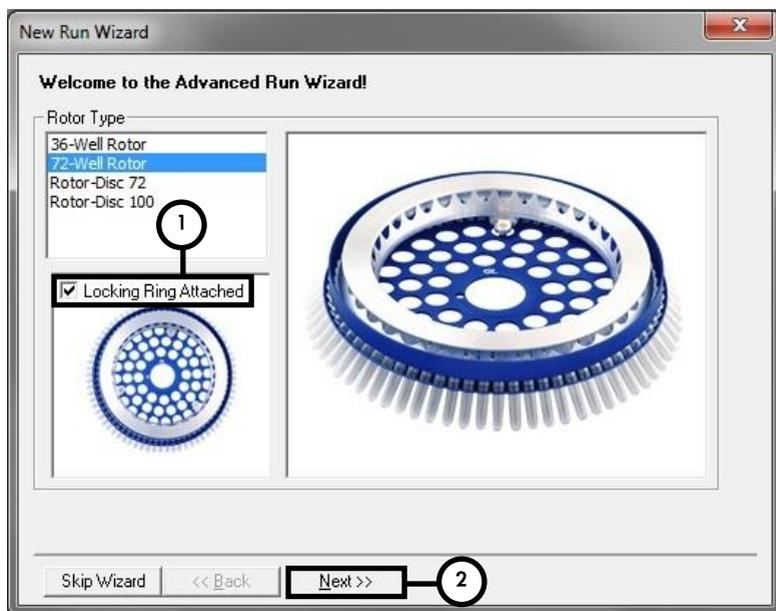

Figura 2. Finestra di dialogo "New Run Wizard".
7. Nella successiva finestra di dialogo **New Run Wizard** (Figura 2) selezionare la casella **Locking Ring Attached** (Anello di bloccaggio applicato) e cliccare su **Next**.